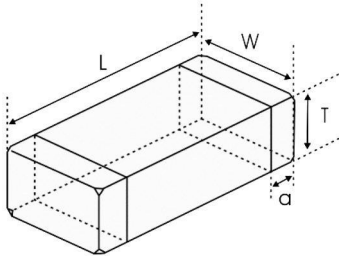

图 1 Fig.1
- 尺寸：见图 1 和表 1
Dimensions: See Fig.1 and Table 1.